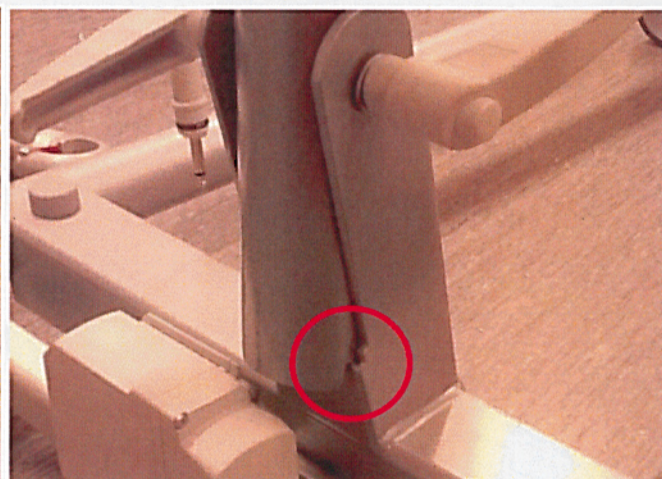

Figure 2. Colonne mal installée, zone d'inspection entourée en rouge.
- La base de la colonne ne doit pas être positionnée comme sur la figure 2. Une utilisation de l'appareil de levage Carina avec la colonne installée comme cela entraînera des tensions importantes sur la plaque arrière de l'emplacement du socle, voire la défaillance de celle-ci. Dans ce cas, la colonne tomberait vers l'avant.